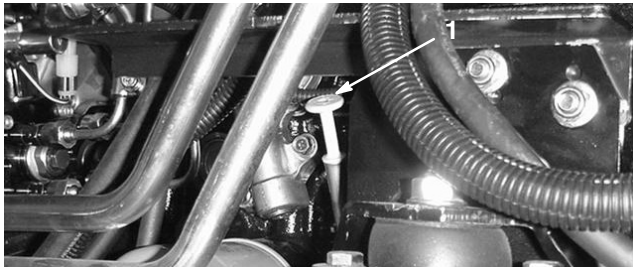

Bild 4
3. Nehmen Sie den Ölpeilstab (Bild 4) heraus, wischen Sie ihn mit einem sauberen Lappen ab und setzen Sie ihn ganz in das Einfüllrohr ein. Nehmen Sie den Ölpeilstab aus dem Rohr heraus und prüfen Sie den Ölstand. Wenn der Ölstand niedrig ist, nehmen Sie den Ölfülldeckel ab (Bild 5). Füllen Sie das entsprechende Öl ein, bis der Stand zwischen den unteren und oberen Löchern am Ölpeilstab liegt (Bild 6). **Füllen Sie nicht zu viel Öl ein.**